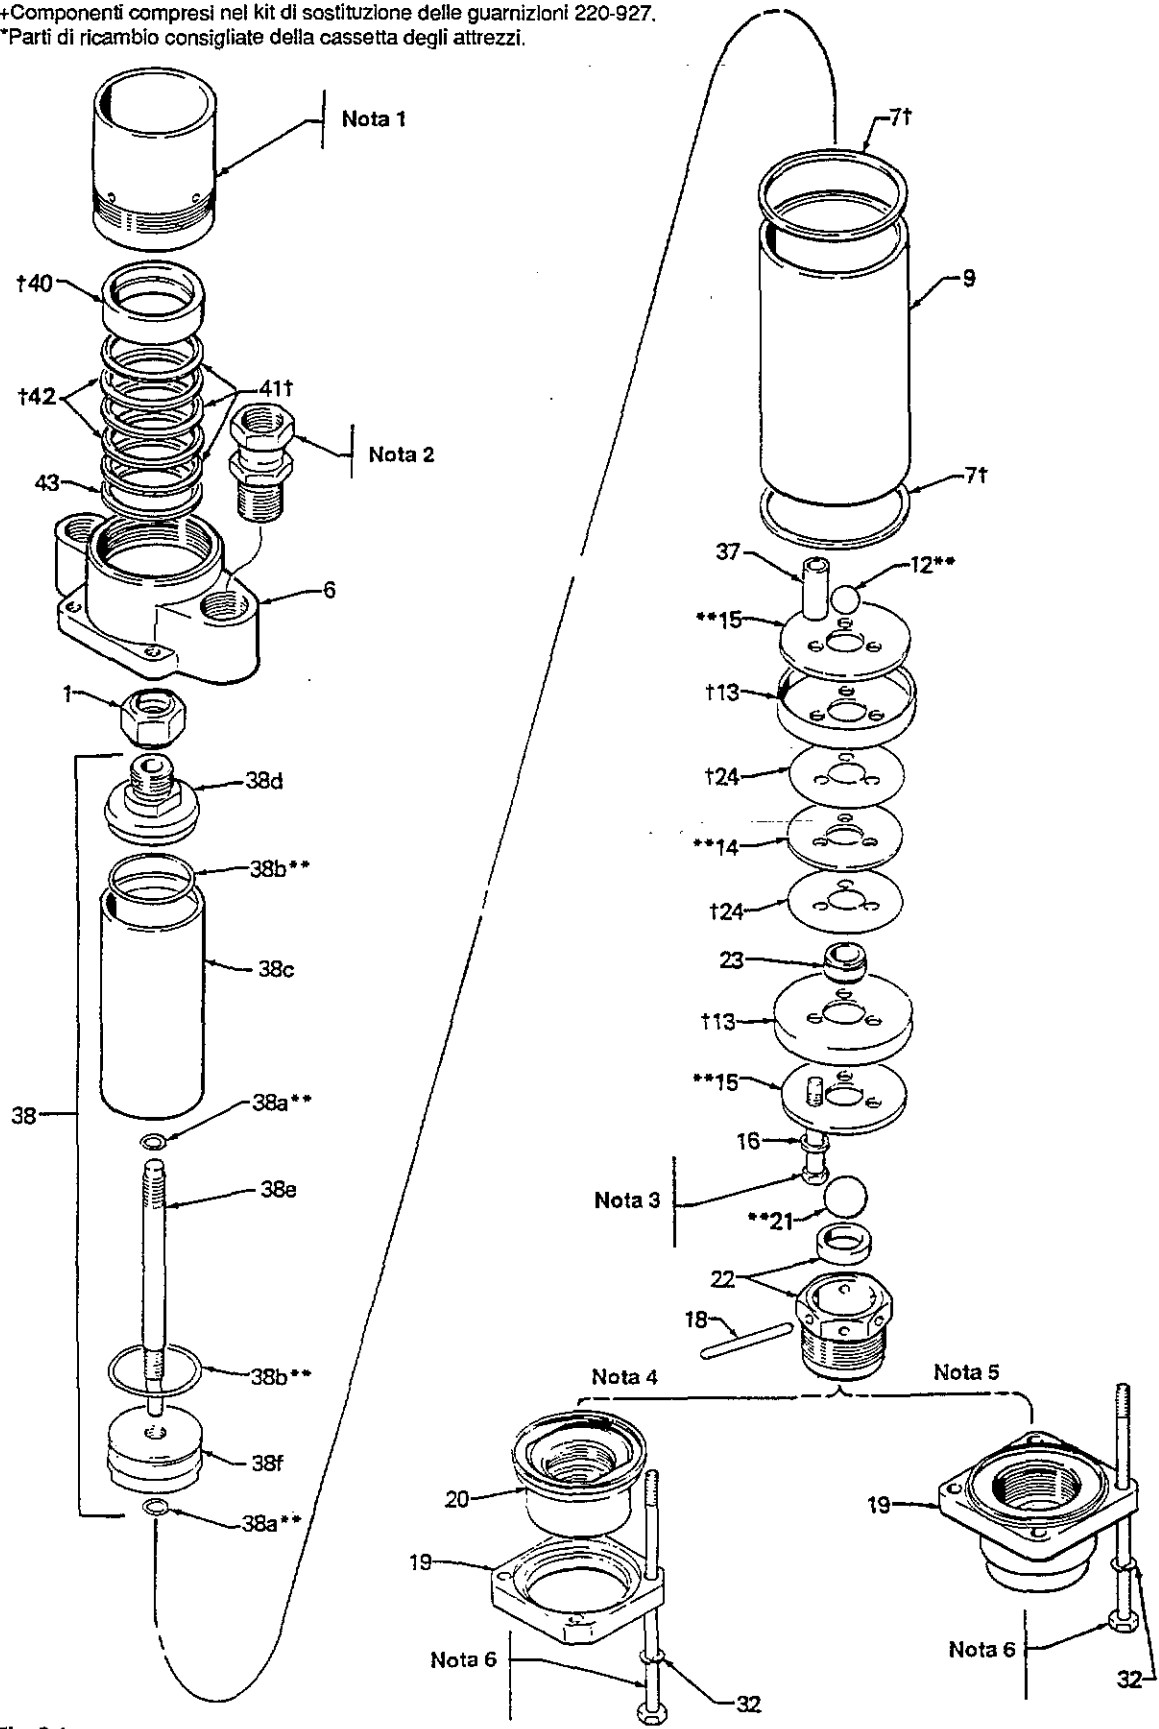

Fig. 3.1
## Riparazione della pompa volumetrica (Ved. Fig. 3.1)
2. Svitare i quattro bulloni di ancoraggio (31) dall'alloggiamento della bocca di uscita (6). Smontare l'alloggiamento della valvola di aspirazione (19 o 20).
3. Allentare il dado del premistoppa/guarnizioni per contatto con fluidi (2).
4. Svitare la sede della valvola (22) dall'alloggiamento della bocca di entrata (19 o 20). Togliere il perno di arresto della sfera (18) e annotare in quale foro si trova il perno. La posizione del perno determina la corsa della sfera (21). Togliere la sfera (21) e la guarnizione inferiore (7). Pulire accuratamente tutti i componenti e verificare l'eventuale presenza di danni o usura.
5. Estrarre il cilindro (9) dal gruppo stelo dello stantuffo (38). Controllare l'eventuale presenza di graffi, usura o danni sulla superficie interna del cilindro facendo scorrere un dito sulla superficie o osservando il componente in controluce. Sostituire i componenti danneggiati.
6. Togliere le tre viti (17) e le rondelle (16). Smontare i componenti del pistone, pulirli e rimontarli nell'ordine illustrato nella Fig. 3.1 o a Pag. 4 nel caso si installi il Kit di sostituzione delle guarnizioni optional 218-757 o 220-925. Installare i componenti nuovi del kit. Applicare un composto sigillante alle viti (17) e serrare uniformemente ad una coppia di 40-42 N·m.
7. Smontare la guarnizione superiore (7) dall'alloggiamento della bocca di uscita (6) e sostituirla con una nuova.
8. Rimuovere il dado del premistoppa (2), i premistoppa (40 e 43) e le guarnizioni a V (41 e 42) dall'alloggiamento della bocca di uscita (6) e pulire l'alloggiamento. Lubrificare i componenti nuovi e rimontarli nell'ordine illustrato nella Fig. 3.1 o a Pag. 4 nel caso si installi il Kit di sostituzione delle guarnizioni optional 218-757 o 220-925. ASSICURARSI che i labbri delle guarnizioni a V o delle tenute optional (comprese nel kit 218-757) siano rivolti verso il **BASSO** nell'alloggiamento della pompa. Installare il dado del premistoppa e serrare ad una coppia di 22-25 N·m.
9. Non smontare il gruppo stelo dello stantuffo (38) a meno che non sia necessario. Annotare di quanto la vite di regolazione (38e) sporge dal tappo inferiore (38f). Ciò determina la corsa della sfera del pistone (12). Svitare la vite di regolazione dallo stelo dello stantuffo (38c). Smontare i tappi superiore e inferiore (38d e 38f). Controllare gli O-ring (38a e 38b) lasciandoli in sede. Sostituire tutti i componenti che presentano tacche, danni o usura. Rimontare assicurandosi che la vite di regolazione (38e) si trovi alla corretta distanza. (Per ripetere la regolazione della corsa della sfera del pistone, ved. le istruzioni riportate a lato).
10. Installare il gruppo stelo dello stantuffo (38) inserendolo dalla parte inferiore dell'alloggiamento della bocca di uscita (6) e applicare il dado di giunzione (1).